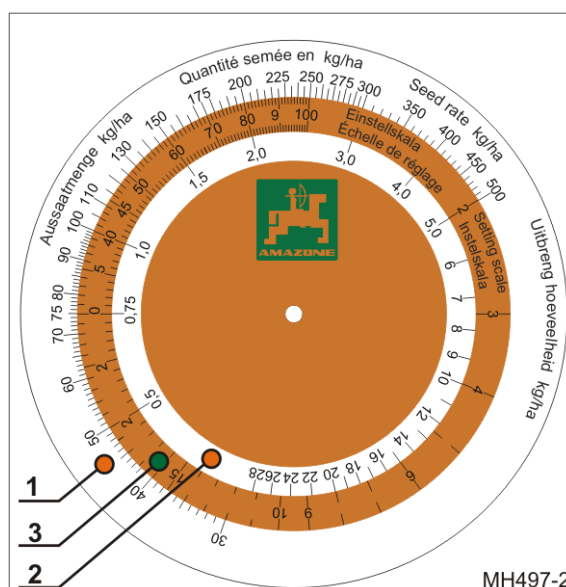

Рис. 104
- наружная белая шкала (Рис. 104/1) для норм внесения удобрения более 30 кг/га;
- внутренняя белая шкала (Рис. 104/2) для норм внесения удобрения менее 30 кг/га;
- цветная шкала (Рис. 104/3) с указанием всех положений редуктора от 1 до 100.